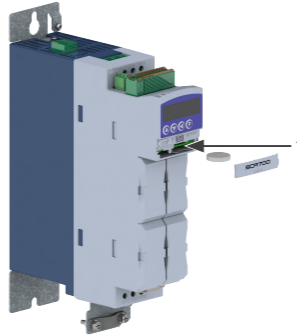

Figura 9.4: Localização da bateria tipo CR2032
- Retirar a tampa do Slot 0 conforme Figura 9.4.